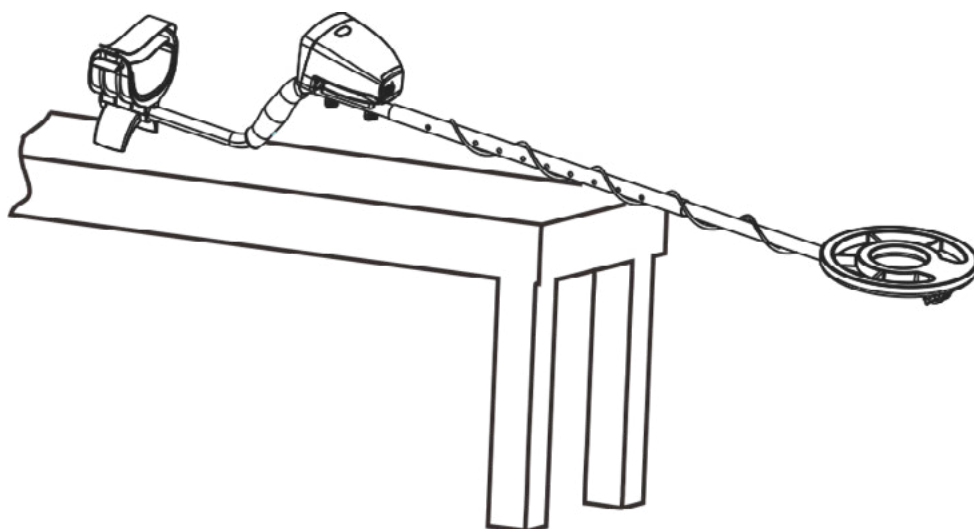

Fig.12 Placement du détecteur avant un test rapide
2. Placez le détecteur sur une table en bois ou en plastique en sorte que sa tête de détection dépasse la table de plus de 30 cm. Le détecteur doit être loin du mur, du plafond et du sol (Voir Fig. 12).